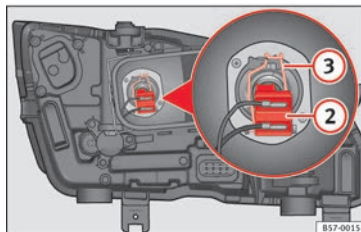

Fig. 103 Dans le compartiment moteur : ampoule des feux de croisement.
3. Retirez le connecteur » **fig. 103** ② de l'ampoule.
4. Décrochez le ressort entrebâilleur » **fig. 103** ③ en le pressant vers l'intérieur et vers la droite.